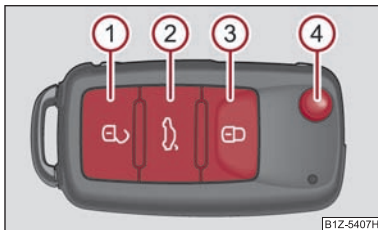

Fig. 30 Llave de radiotelemando
- Pulsar la tecla ① ⇒ fig. 30 durante aprox. 1 segundo.